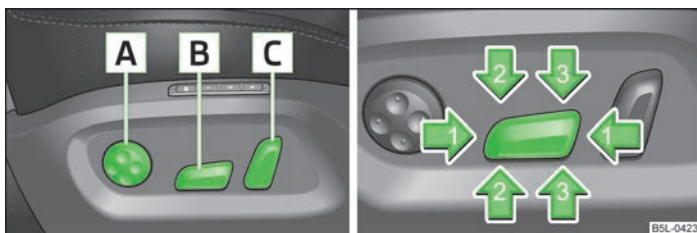

Fig. 44 Elemente de comandă pentru reglarea electrică a scaunelor
- Apăsați comutatorul **B** » fig. 44 în față, respectiv în spate, în sensul săgeții 1.
- Apăsați comutatorul **B** » fig. 44 în sus, respectiv în jos.
- Apăsați comutatorul **B** » fig. 44 în sensul săgeții 2, respectiv 3.
- Apăsați comutatorul **C** » fig. 44 în sensul în care doriți să faceți reglajul.
- Apăsați comutatorul **A** » fig. 44 înspre înainte, respectiv înspre înapoi.
- Apăsați comutatorul **A** » fig. 44 în sus, respectiv în jos.